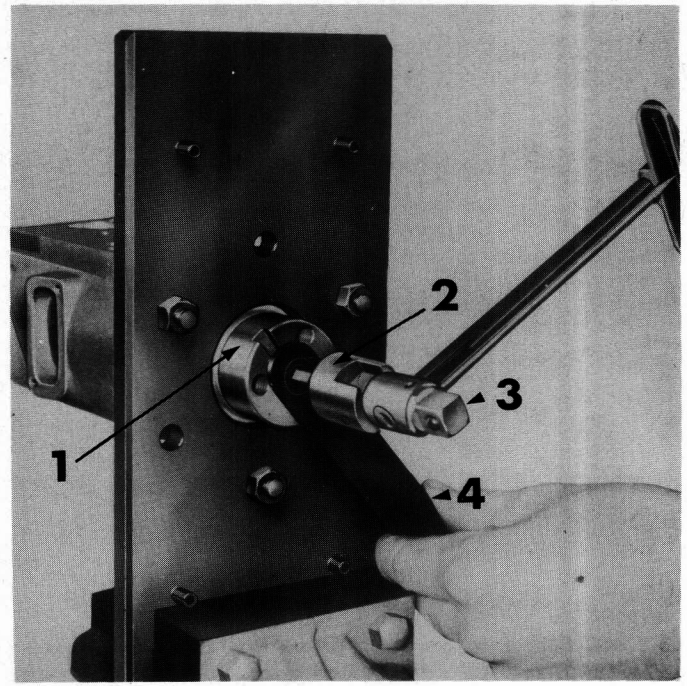

FIGURE 58: Dépose et montage de la vis du moyeu d'entraînement — 1 = Moyeu d'entraînement, 2 = Outil N° CA 69, 3 = Clé dynamométrique, 4 = Outil N° CA 67.
24. Maintenir le moyeu d'entraînement avec l'outil CA 67 et déposer la vis de fixation du moyeu avec l'outil CA 69 (Figure 58) ; extraire le ressort et les rondelles plates montées au-dessous.